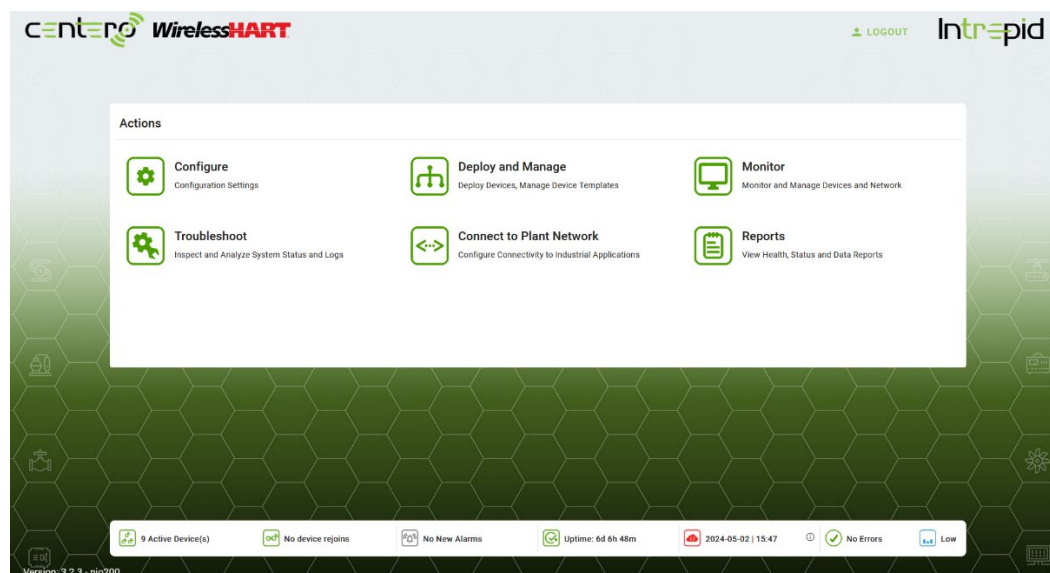

Figura 5.7 – Página inicial
- Clique no botão verde **Login** e a página inicial ficará visível, como na Figura 5.7.